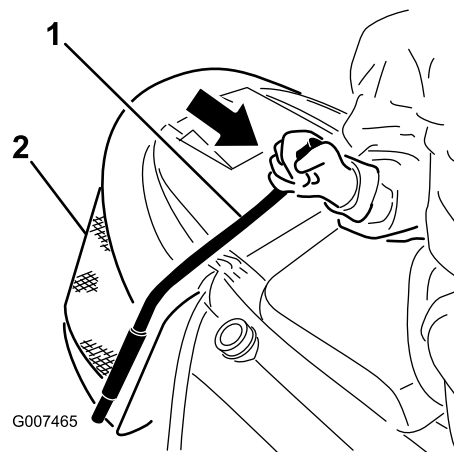

Figura 16
2. Tirare in avanti l'asta del cesto di raccolta per inclinare il bidone raccoglitore (Figura 16).